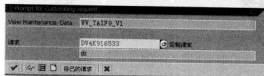

图 4-4 产生传输请求号
STEP 2 填写完成,单击“”按钮产生传输请求号。在如图 4-4 所示的对话框中单击“”按钮,完成后即可将创建的传输请求号与用户所做的修改内容绑定在一起。